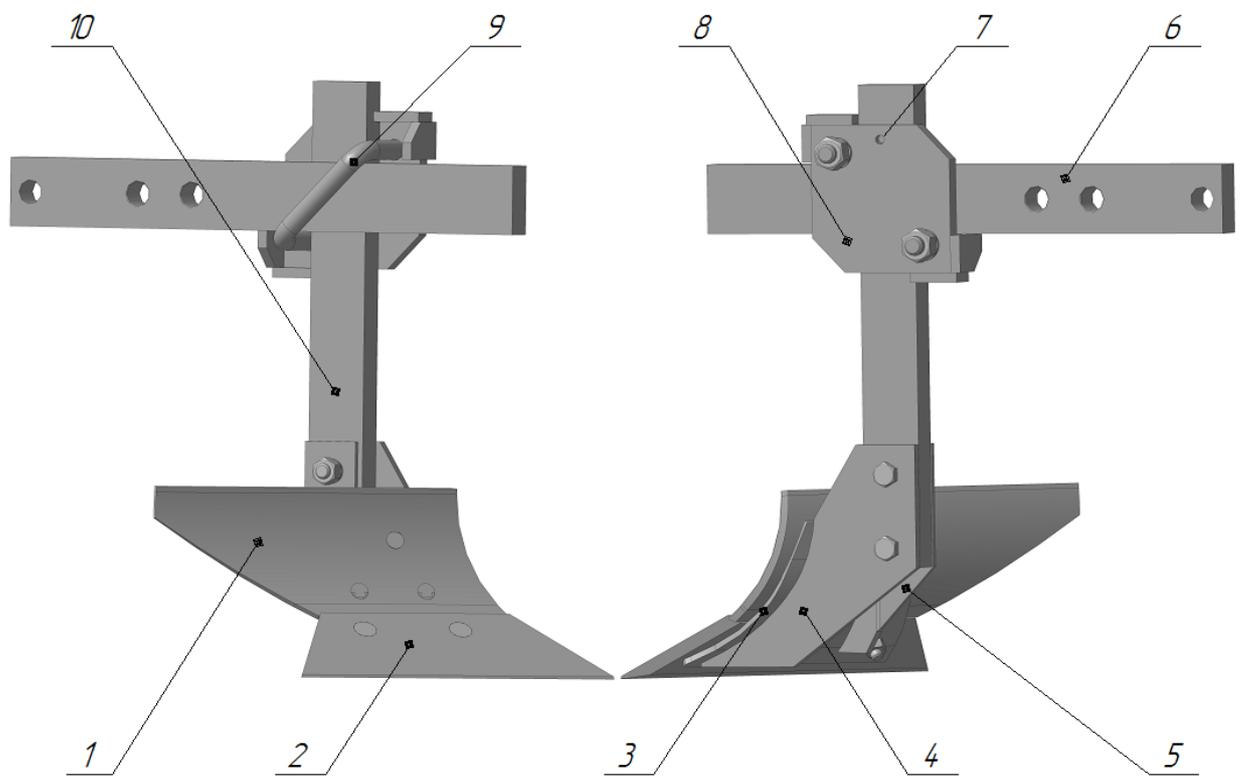

Рисунок 3 – Предплужник с промежуточными элементами крепления его к раме плуга
Предплужник (Рис. 3) предназначен для заделки растительных остатков, представляет собой небольшой корпус с культурной рабочей поверхностью и состоит из стойки (10), к которой крепится цельносварной башмак, состоящий из стенки (4), опоры (5) и постели (3). К постели при помощи лемешных болтов с пружинными шайбами и гайками крепятся отвал (1) с лемехом (2).